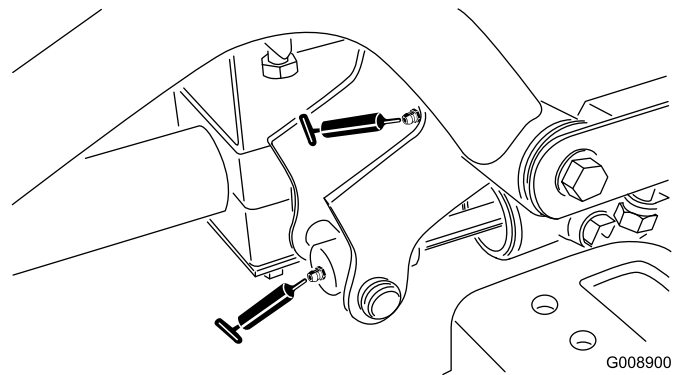

Bild 38
- 2 rechte vordere Hubarm-Drehbüchsen und Hubzylinder (**Bild 38**)